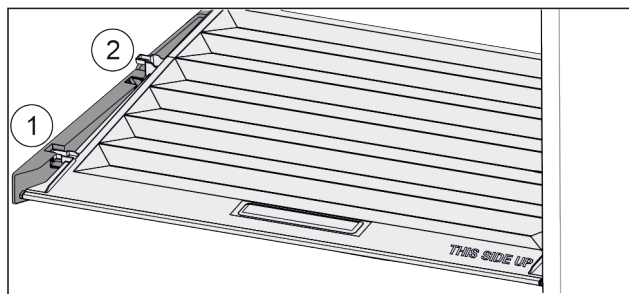

Fig. 73
- Vytáhněte víko dopředu až k otvoru v přídržných dílech Fig. 73 (1).
- Vzadu zespuďte nadzvedněte a vyjměte směrem nahoru Fig. 73 (2).